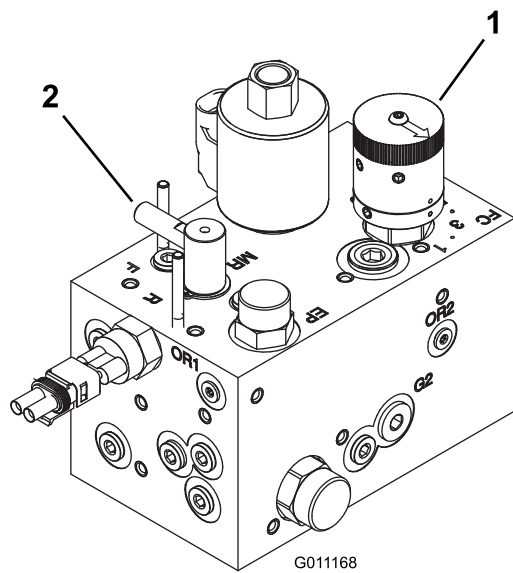

Bild 44
- Drehen Sie das Spindeldrehzahlhandrad (Bild 44) auf die Zahl, die Sie in Schritt1 ermittelt haben.